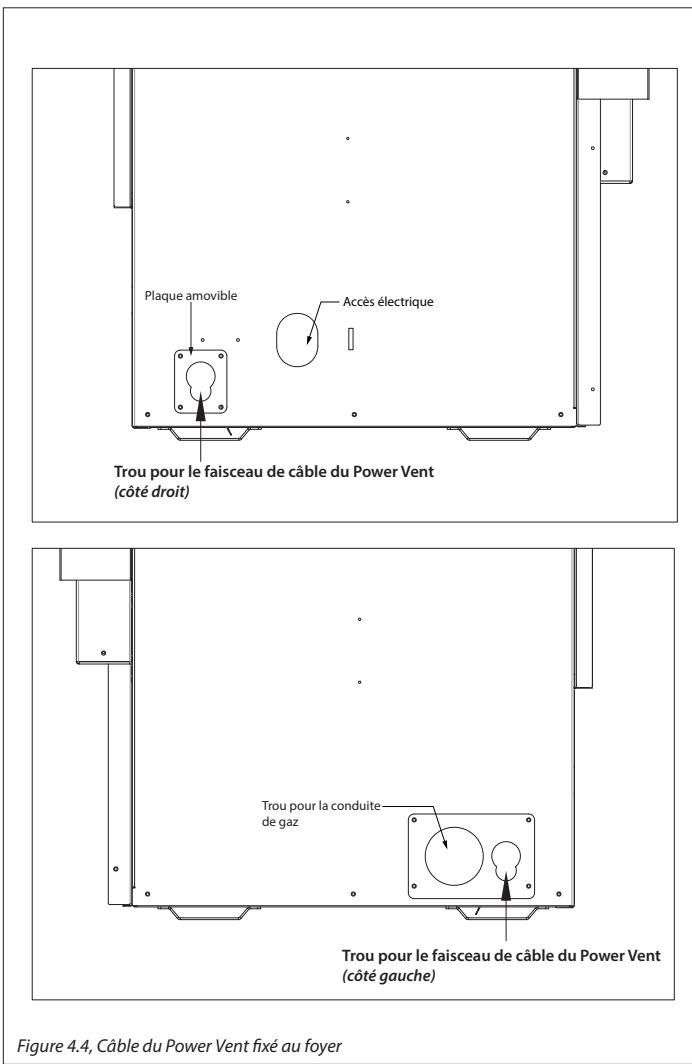

Figure 4.4, Câble du Power Vent fixé au foyer
1. En fonction de l'emplacement de votre sortie d'évacuation, il ya deux les plaques amovible du Power Vent. Repérez le trou d'un côté ou l'autre du foyer, pour l'accès au câblage du Power Vent. Retirez les vis de fixaiton du plaque pour l'installation le câble. Réinstallez la plaque lorsque vous terminé. Voir Figure 4.4.